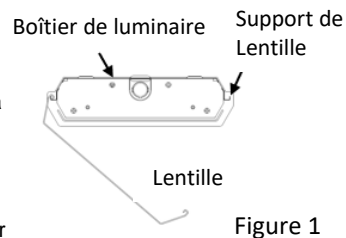

Figure 1
A. Si la lentille est installée sur le luminaire, retirez-la délicatement du boîtier en poussant un côté de la lentille vers l'arrière du luminaire et en l'éloignant légèrement du boîtier pour la libérer du support qui la maintient en place, puis soulevez l'autre côté de l'objectif éloigné du boîtier pour libérer l'objectif (fig.1).
- E. Pour remplacer l'objectif, accrochez un côté de l'objectif au support d'objectif sur un côté du boîtier, puis faites pivoter l'objectif pour le mettre en place jusqu'à ce qu'il s'accroche au support du côté opposé (fig. 1).